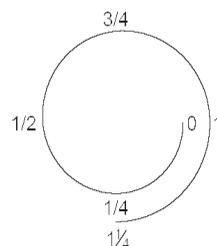

Fig. 1
4. Apriete la tuerca 1 1/4 vuelta (Fig.1) con la llave, manteniendo firmemente el cuerpo del rácor.